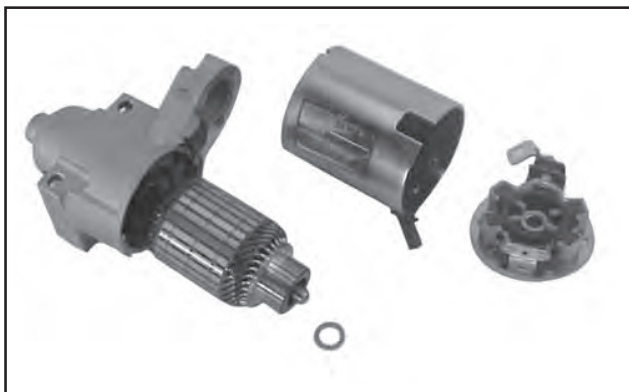

Abbildung 8-50. Ausgebauter Rahmen Anlasser.
6. Den Rahmen vom Anker und von der Antriebsendkappe entfernen. Siehe Abbildung 8-50.